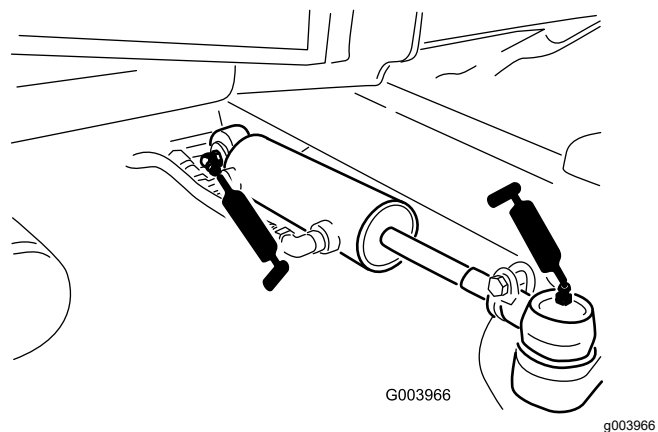

Bild 112
- Lenkzylinder-Kugelgelenke (2) (Bild 112)